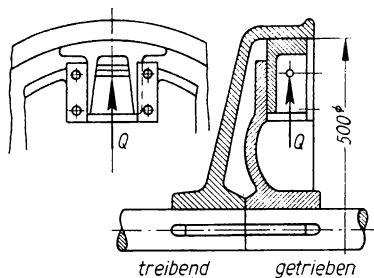

Bild 228
**353.** Bei der Reibungskupplung von Dohmen-Leblanc (Bild 228) sind vier Reibbacken in kastenartigen Führungen der getriebenen inneren Scheibe radial verschiebbar angeordnet. Sie werden beim Einrücken der Kupplung nach außen gegen die hohlzylindrische Mantelfläche der umlaufenden, treibenden Scheibe gedrückt, so daß die Mitnahme der getriebenen Scheibe durch Reibung erfolgt. a) Welche Umfangskraft muß an den vier Reibbacken zusammen wirksam sein, wenn die Kupplung 7 PS mit  $n = 150$  U/min übertragen soll? b) Mit welchem Normaldruck  $Q$  muß jeder der Reibbacken gegen den Mantel der treibenden Scheibe angepreßt werden, wenn die Reibungszahl zu 0,12 anzunehmen ist?